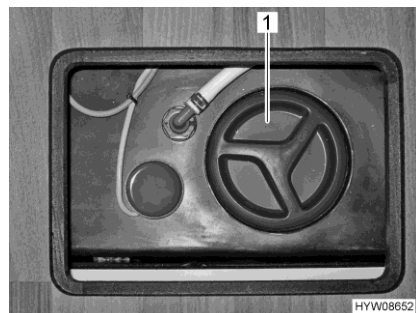

Bild 170 Reinigungsöffnung (Abwassertank)
- Reinigungsöffnung (Bild 170,1) am Abwassertank und den Ablasshahn öffnen.